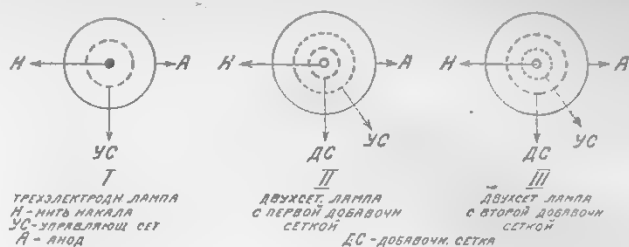

Рис. 1. Расположение электродов в катодных лампах.
На рис. 1 схематически показано расположение электродов, в частности, сеток в трехэлектродной лампе (I), в двухсеточной лампе с катодной (II) и с анодной (III) сеткой. На рис. 2 представлено расположение электродов в двухсеточной лампе Хэлла. Первая сетка представляет собою обычную управляющую сетку, но вывод ее сделан отдельно от вывода других электродов. Вторая, добавочная сетка сделана густой и состоит из двух соединяемых цилиндров, окружая анод со всех сторон. Она является поэтому экранирующей, защит-